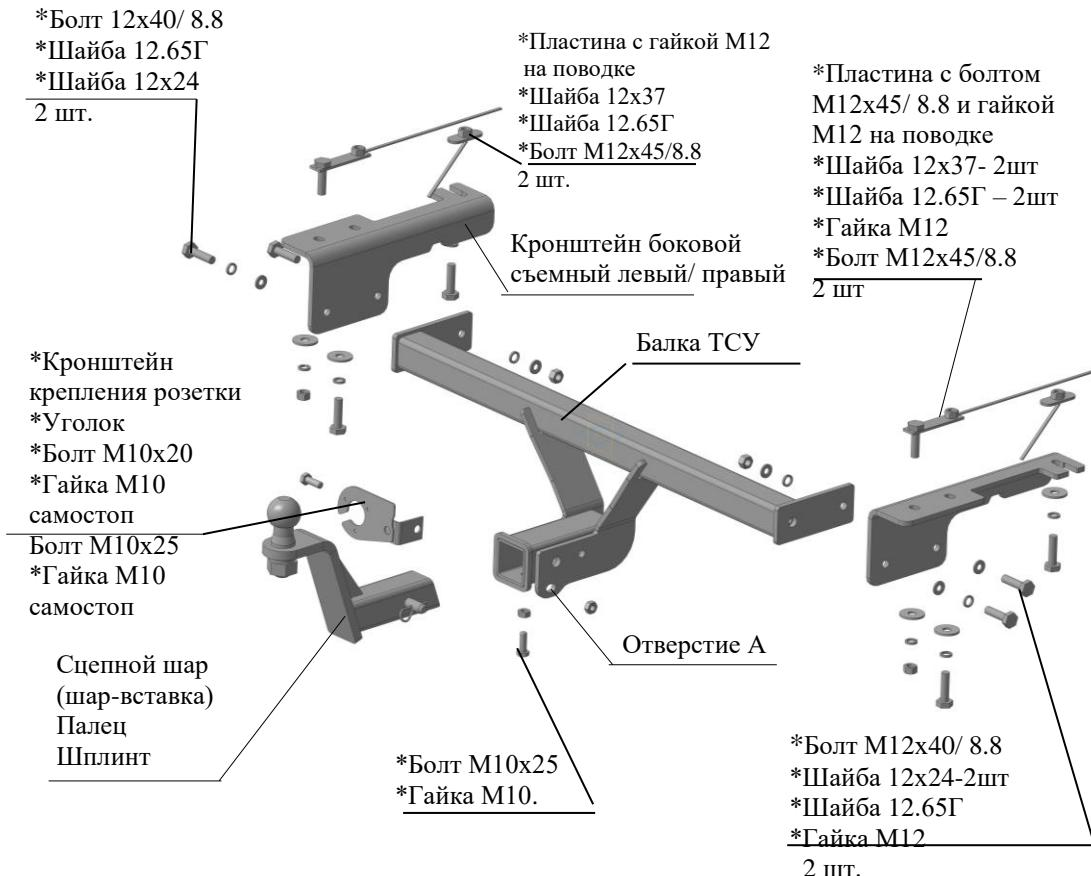

Рис.1 Тягово-сцепное устройство ТСУ 8010.
2.1 ТСУ 8010 в сборе (рис.1)
2.2 Пакет с комплектующими (см. рис.1)
4.1 Вставить закладные детали в лонжероны через отверстия Ø25. Закрепить боковые съемные кронштейны ТСУ (левый и правый соответственно рис.1) к нижним полкам лонжеронов а/м болтами M12x45 и гайками M12 на поводке и без поводка и крепежом соответственно рис.1. Крепеж не затягивать.
4.2 Установить балку ТСУ, закрепив ее к боковым съемным кронштейнам болтами M12x40 и крепежом соответственно рис.1. Крепеж не затягивать.